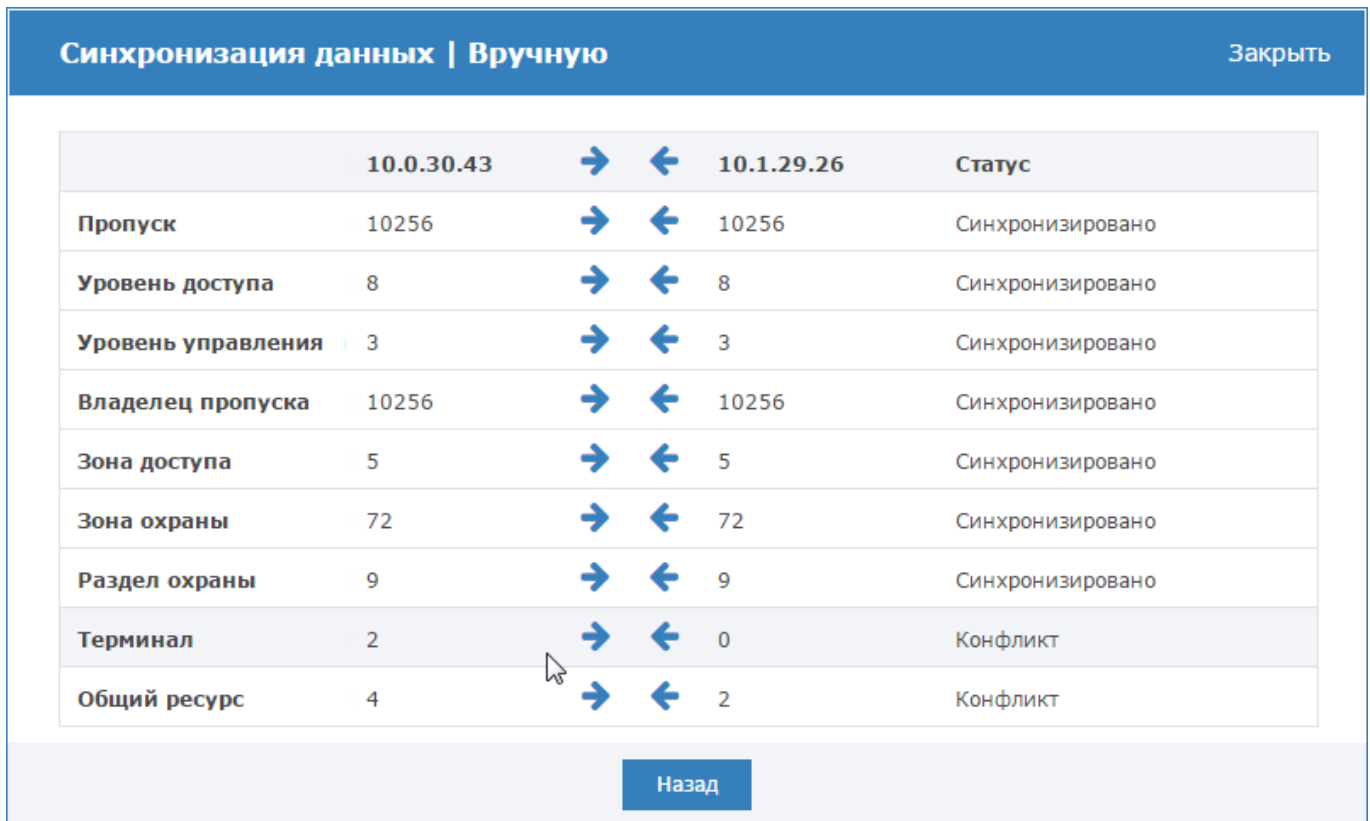

Рисунок 9.49 — Синхронизация данных по типам
- Для синхронизации данных выберите любую пару узлов (нажмите в требуемой ячейке таблицы и в следующем окне с помощью стрелок влево и вправо выполните синхронизацию по требуемым типам данных (рисунок 9.49).